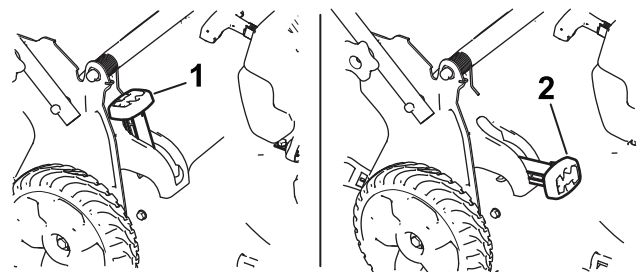

Figura 23
- **Para ensacar los recortes de hierba y hojas**, presione el botón de la palanca de ensacado a demanda y mueva la palanca hacia delante hasta que salte el botón de la palanca (Figura 23).